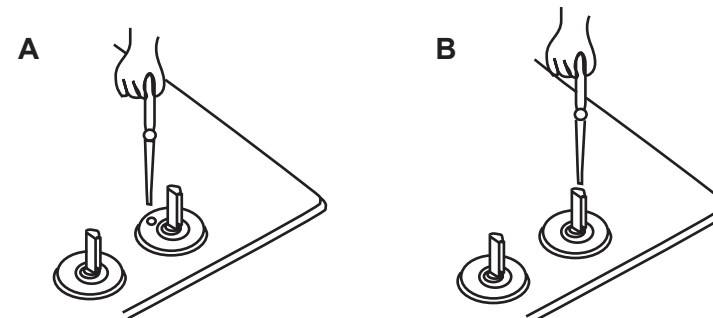

Fig.10
- mettre le tournevis dans le trou „A” ou le trou de la tige „B” (en fonction du type du robinet – fig.10) et le tourner tout en observant la flamme du brûleur; mettre la flamme à la hauteur qui ne permettra pas l'extinction du feu en cas de courant d'air et lors du passage rapide de la flamme maximum ▼ à la flamme la plus réduite ▲ et vice versa ; le réglage est conforme quand le noyau de la flamme prend une forme conique d'une couleur bleu-verte d'une hauteur environ 2-4 mm
- introduzca el destornillador en el agujero "A" o en el agujero en la espiga "B" (según el tipo de grifo, véase fig. 10) y gírelo, observando la llama del quemador. Regule la altura de la llama de manera que la llama no se apague por una corriente de aire ligera o al pasar rápidamente de la llama grande ▼ a la económica ▲ y al revés. El ajuste se puede dar por correcto cuando el núcleo de la llama tenga una forma de cono de color verde azul y de altura de 2-4mm, en el caso de que haya oscilaciones visibles de presión de gas en la instalación de alimentación de gas, la llama económica se ajustará para la presión baja de la instalación, de forma que el quemador no se